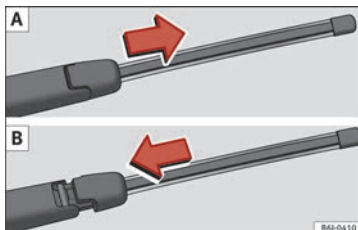

Fig. 91 Extraer y colocar la escobilla del limpiaventa.
- » **fig. 91 A.**
- » **fig. 91 B** y deslice el adaptador hasta que encastre.